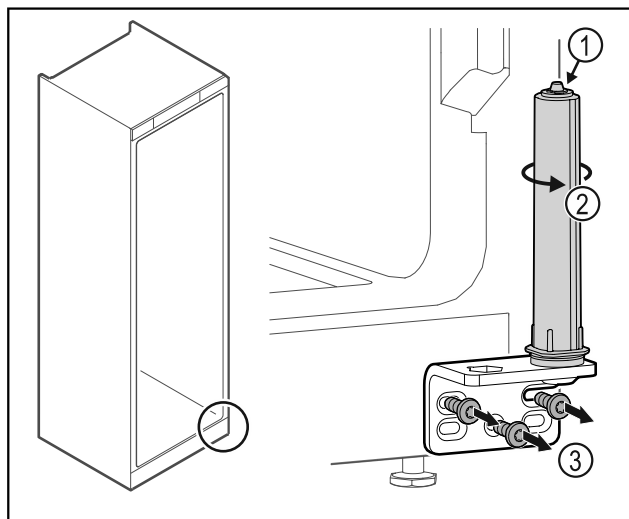

Fig. 34
- Ta inte isär dörlåssystemet Fig. 34 (1).
- ▶ Vrid låssystemet Fig. 34 (2) tills det klickar.
- ▶ Skruva av gångjärnsfästet Fig. 34 (3).